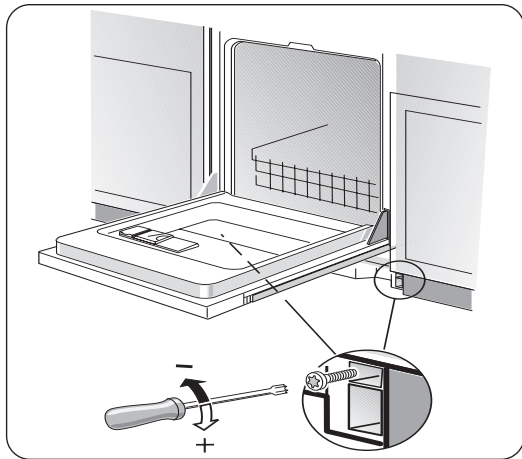

Figure 30
- 2 Insérer les vis comme à la **figure 30**. Tourner dans le sens horaire pour augmenter la tension.